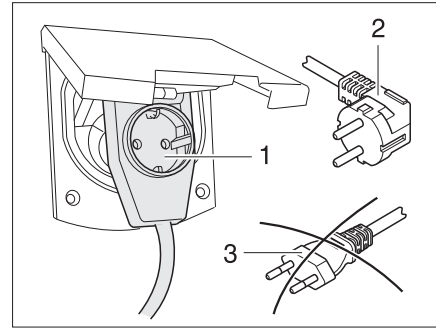

Bild 206 Anschluss an eine Winkelkupplung mit Steckdose
- ▶ Bei Verwendung einer CEE 17 Winkelkupplung mit rückseitig eingebauter Steckdose (Bild 206,1) nur einen gummierten und versiegelten IP 44 Stecker mit Schutzkontakt (Bild 206,2) verwenden. Keine Stecker ohne Schutzkontakt (Bild 206,3) verwenden. Gefahr eines Stromschlages!